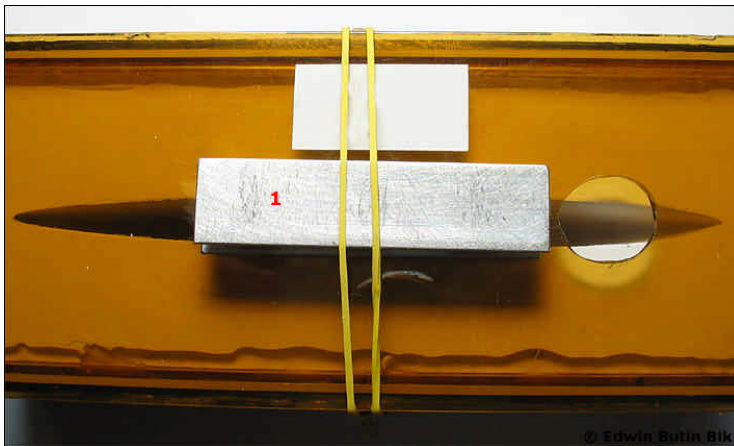

fig. 3.11.5
- Plak op de zijkant van de mal twee haakjes waarmee je een strip (fig. 3.11.5) op de bovenkant van het deksel kan klemmen, die op zijn beurt de twee/drie bouten (fig. 3.11.4) kan vastklemmen.